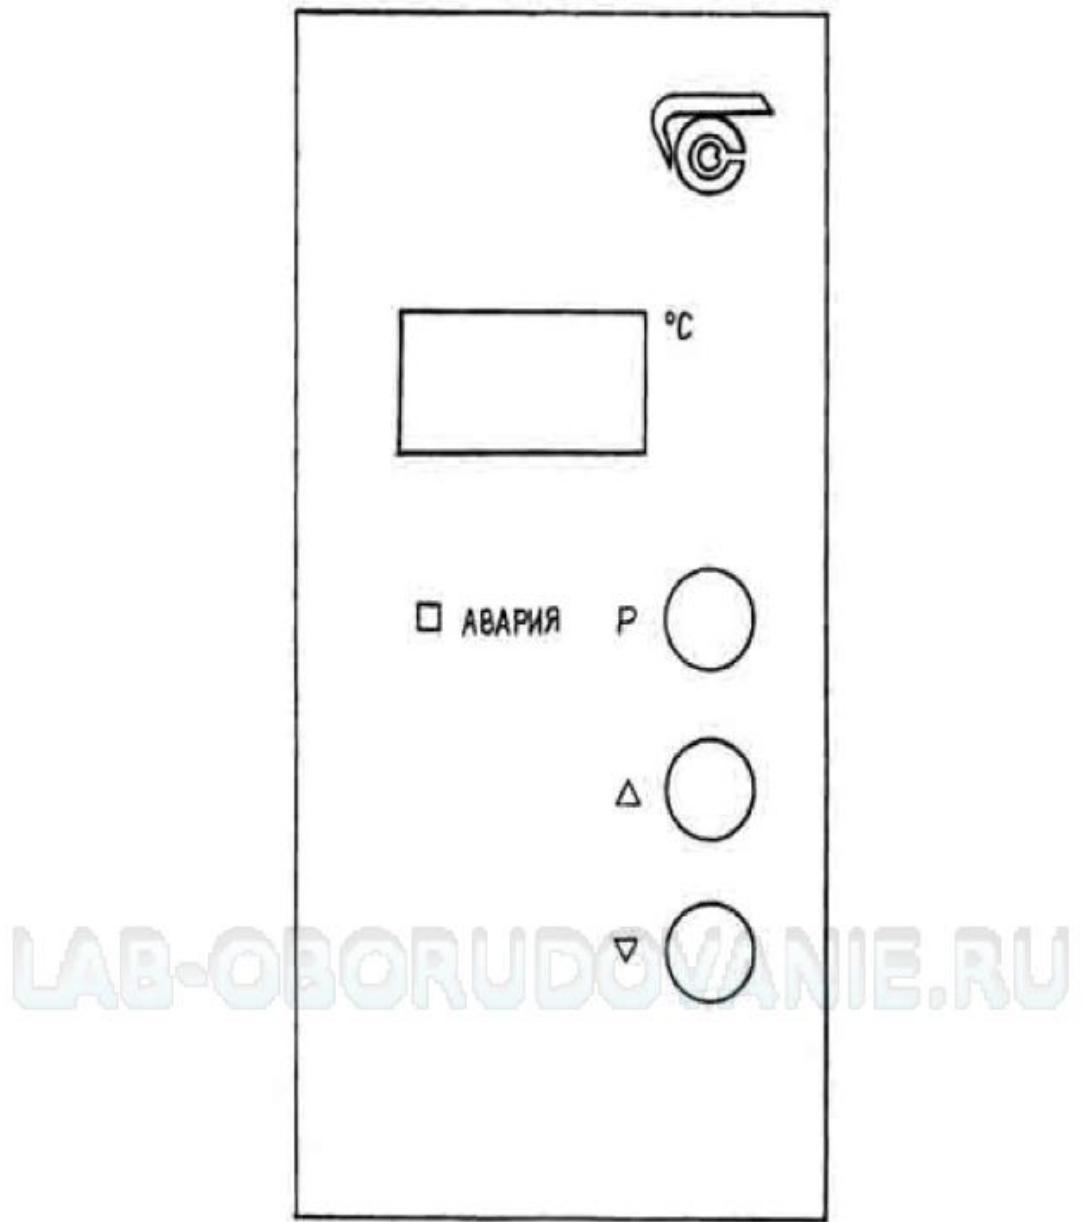

Рис. 1
8.3. Нажать клавишу «Р» на лицевой панели двери (рис.1), при этом в крайнем правом разряде цифрового индикатора высветится точка, что свидетельствует о возможности корректировки программы.